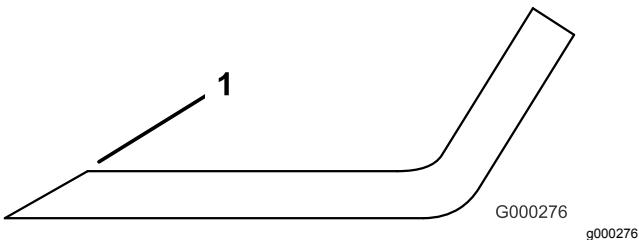

Рисунок 105
3. Проверьте режущие кромки всех ножей и заточите их, если они затупились или имеют зазубрины (Рисунок 105).
**Примечание:** Чтобы ножи всегда оставались острыми, затачивайте только верхнюю сторону режущей кромки и сохраняйте первоначальный угол заточки (Рисунок 105). Балансировка ножа не нарушается, если с обеих режущих кромок удаляется одинаковое количество материала.